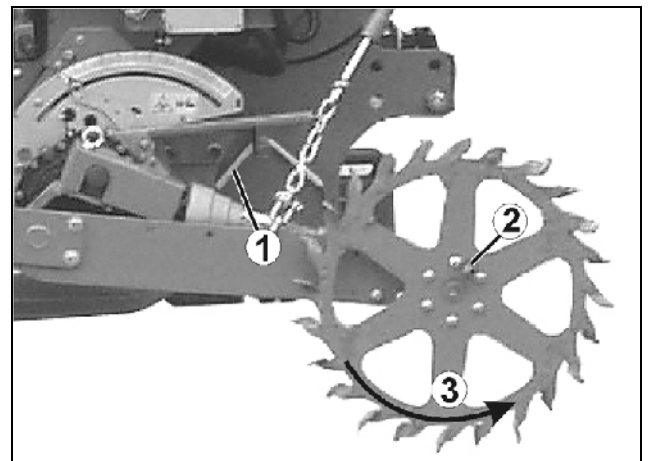

Fig. 83
- Nehmen Sie die Abdrehkurbel (Fig. 83/1) zur Hand.
- Abdrehkurbel über 4-Kant-Ansatz (Fig. 83/2) auf Spornrad (Fig. 83/3,) stecken.
Spornrad links herum drehen (Fig. 83)!
- Abdrehkurbel (Fig. 83/1) in die Halterung stecken